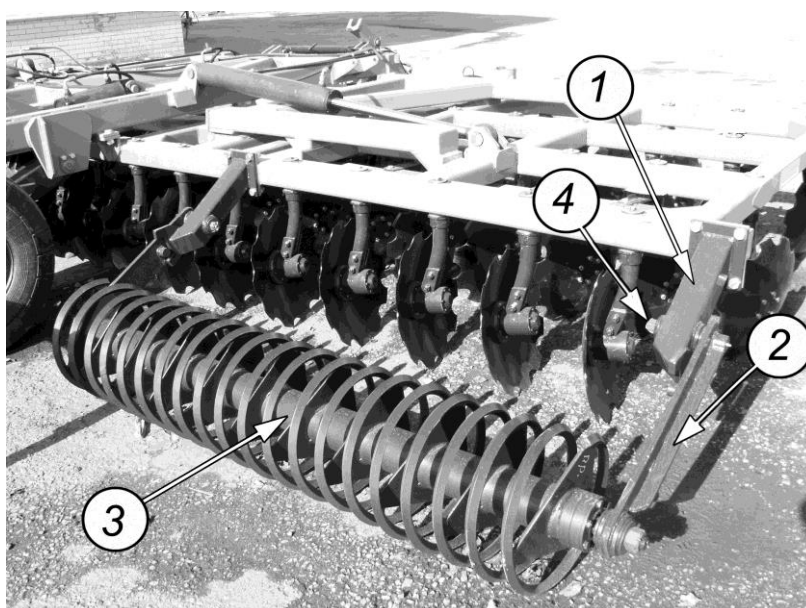

Рис. 4.6.2
4.6.2 На поворотный рычаг 2 малого шлейф-катка одеть кронштейн 1 и закрепить гайкой 4 с шайбой. Гайку зашплинтовать (рис. 4.6.2). Прикрутить кронштейны 1 к боковым секциям болтами М20×60.